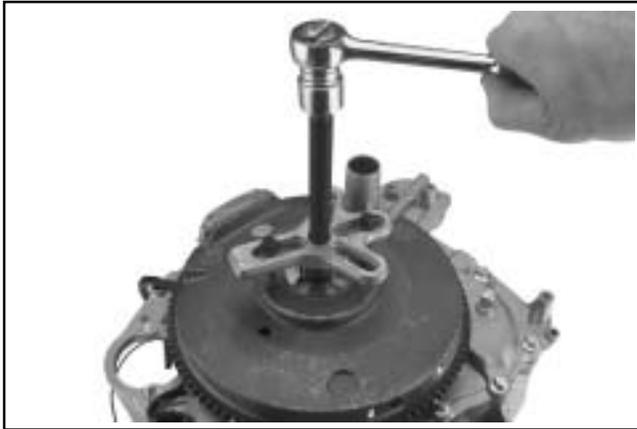

Figura 8-24. Rimozione del volano con un estrattore.
4. Rimuovere il volano dall'albero motore utilizzando un estrattore. Vedere Figura 8-24.